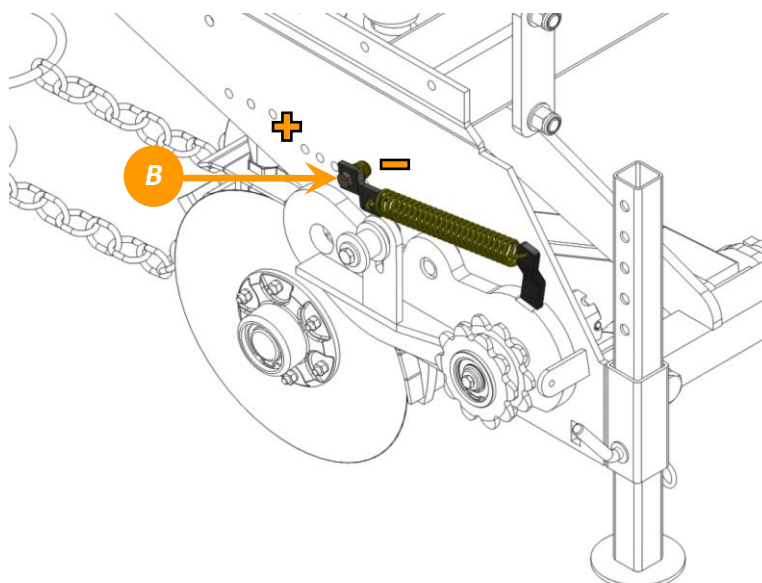

Figura 13 – Regulagem da pressão da roda no solo
As diferentes posições da semeadora em relação a superfície do solo também afetam a pressão de trabalho sobre as rodas motrizes. A pressão poderá ser ajustada, através da troca de posição do parafuso (B) (figura 13) que está montado ao suporte da mola (C), obtendo maior ou menor pressão de acordo com a necessidade.